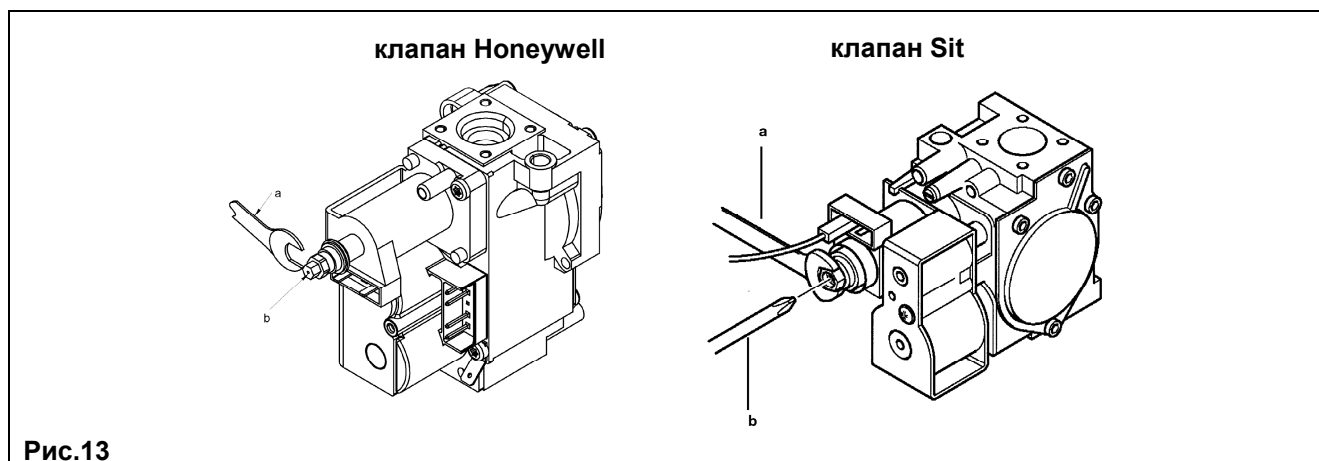

Рис.13
- Проверить давление газа на горелке согласно таблице 1 для соответствующей модели котла и соответствующего типа газа. При необходимости снять крышку модулятора и поворачивать латунный винт (винт **a**, рис.13) до достижения давления, указанного в таблице 1 для соответствующей модели котла и соответствующего типа газа.
- Отсоединить провод питания модулятора. Котел перейдет в режим минимальной мощности. Проверить давление газа на горелке согласно таблице 1 для соответствующей модели котла и соответствующего типа газа. При необходимости и поворачивать винт (винт **b**, рис.13) до достижения давления, указанного в таблице 1 для соответствующей модели котла и соответствующего типа газа.